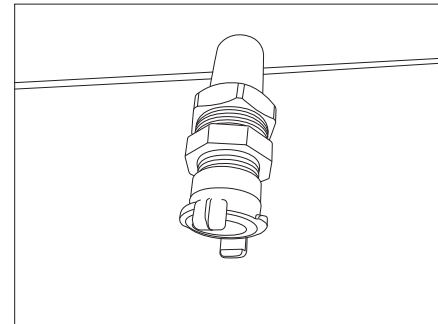

Fig. 176 Conexión de aguas residuales (tubería de material sintético)
- Conectar las aguas residuales a la conexión de aguas residuales (tubería de material sintético, Fig. 176).